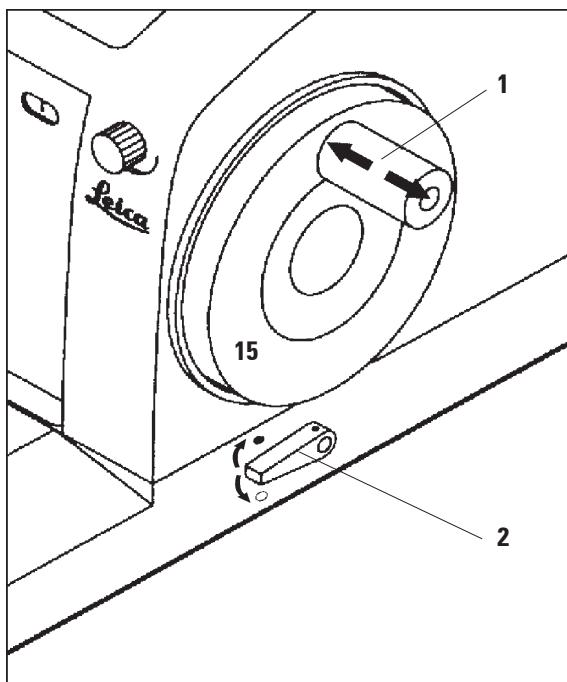

Fig. 2
Handratten (15) kan låsas i läge klockan 12 (Fig. 2). När handrattens handtag (1) skjuts innåt (till vänster), kommer handratten att låsas nästa gång den når läge klockan 12.
Med spaken (2) som sitter på mikrotomfundamentets högra sida, kan du aktivera handrattsbromsen med handtaget i vilket läge som helst. När spaken förs uppåt låses handratten i sitt läge. Två symboler på mikrotomfundamentet visar läge för 'låst' respektive 'frikopplad' (Fig. 2).